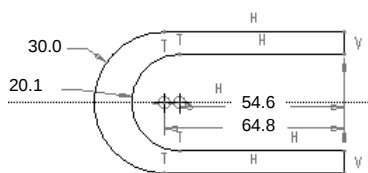

图 4.18.8 打开尺寸显示
Step1. 按下“切换尺寸显示的开/关”按钮, 打开尺寸显示, 此时图形如图 4.18.8 所示。